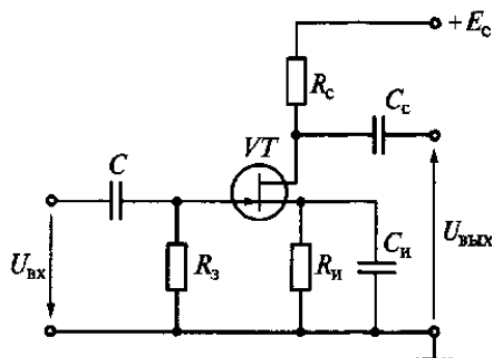

Рис. 10
10. Определите коэффициент усиления K_U усилительного каскада (рис. 10) на полевом транзисторе КП103М при $R_c = 4$ кОм, если крутизна характеристики $S = dI_c/dU_з = 2,5$ мА/В. Звено автоматического смещения $R_u - C_u$ и разделительные конденсаторы C и C_c не учитывать.